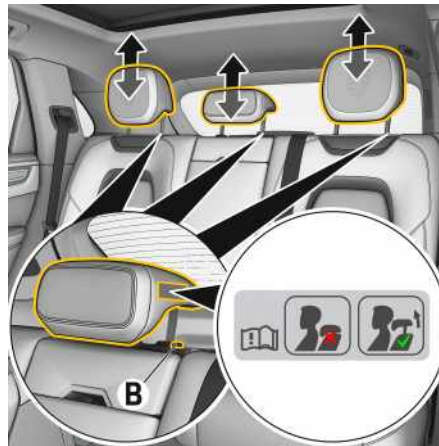

Fig. 177: Réglage de la hauteur des appuie-tête des sièges arrière
- ▶ Vérifiez que l'appuie-tête correspondant est toujours correctement enclenché, comme indiqué sur l'étiquette de sécurité (fig. 177).